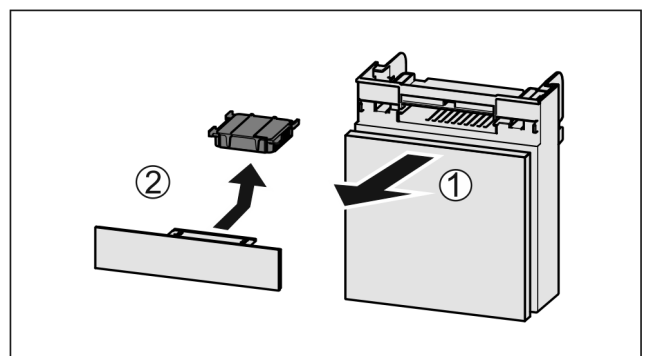

Fig. 66
- ▶ Zásuvku vytáhněte dopředu Fig. 66 (1).
- ▶ Filtr s aktivním uhlím vyjměte Fig. 66 (2).